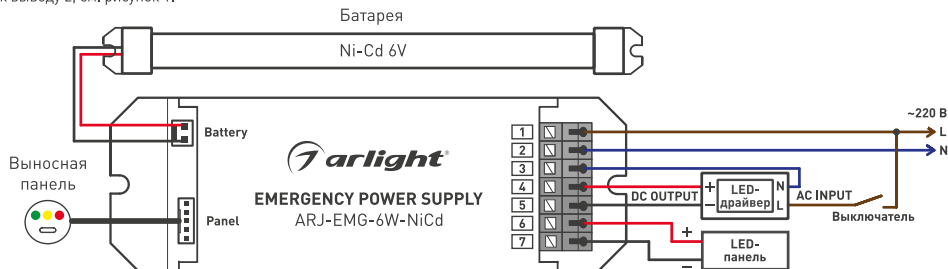

Рисунок 1. Стандартная схема подключения
- 3.4. Подключите провода, постоянно подключенные к сети: «L» [фаза] — коричневый провод — к выводу 1, «N» (ноль) — синий провод — к выводу 2, см. рисунок 1.
- 3.5. Подключите светодиодную панель (LED Panel) к выводу источника аварийного питания (выводы 6 и 7), как показано на рис. 1. Соблюдайте полярность подключения.
- 3.6. Подключите разъем аккумуляторной батареи к разъему батареи источника аварийного питания, как показано на рис. 1.
- При наличии сетевого напряжения включение/выключение светильника выполняется выключателем (см. рис. 1). При этом светильник работает от штатного драйвера.
- Тестирование выполняется только при наличии сетевого напряжения на входе БАП и может проводиться в любом положении выключателя (см. рис. 1). Управление тестированием выполняется нажатием кнопки «Тест» на выносной панели. Имеются два режима тестирования.